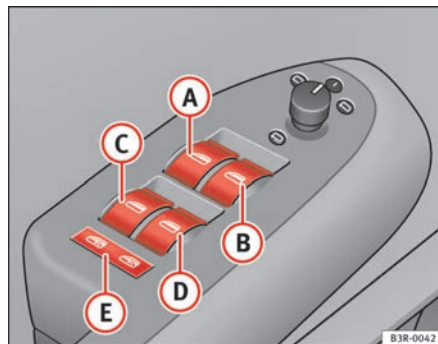

Fig. 78 Detalle de la puerta del conductor: Mandos
- Ⓐ Conmutador ⇒ fig. 78 para la ventanilla de la puerta del conductor
Con el interruptor de seguridad ⇒ página 110, fig. 78 (E) es posible desconectar los interruptores de las puertas traseras. Sólo cuando este interruptor está bajado será posible abrir y cerrar las ventanillas desde los asientos traseros.